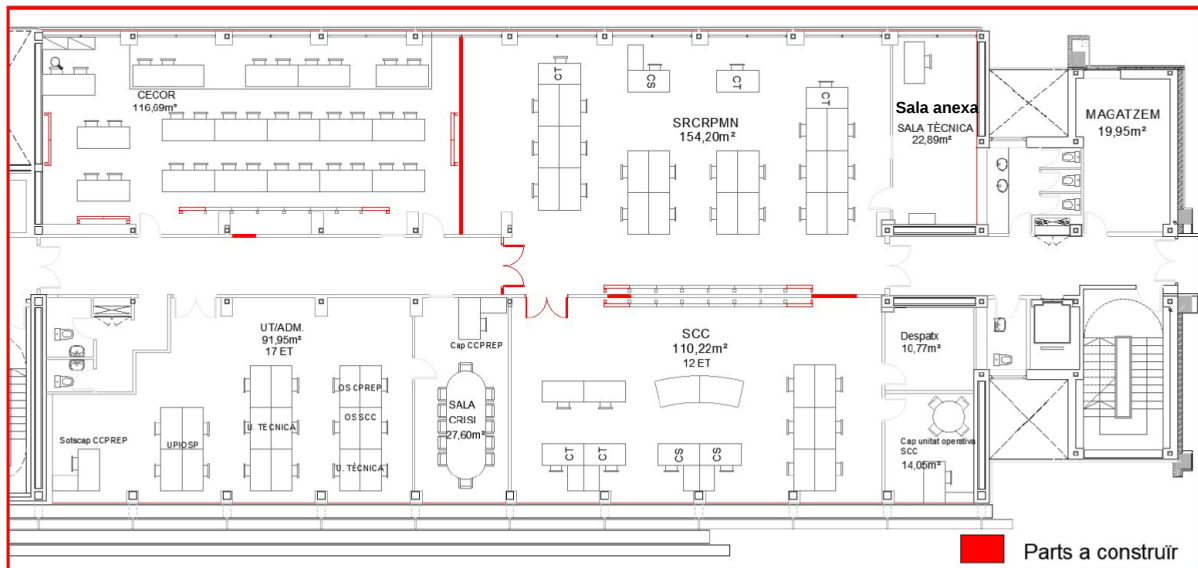

Figura 2
1.-Serà necessari el subministrament i la instal·lació de les bases elèctriques amb el número d'endolls indicats en el plànol de la **figura 2** amb el símbol corresponent :  on la X és el número d'endolls que s'han de deixar instal·lats a la taula.
2.-Es deixaran passats els fuetons informàtics per a cadascuna de les taules. El número de fuetons per cada lloc de treball està indicat en el mateix plànol de la **figura 2** amb el símbol corresponent:  on X és el número de fuetons que cal deixar passats i etiquetats en cada lloc de treball